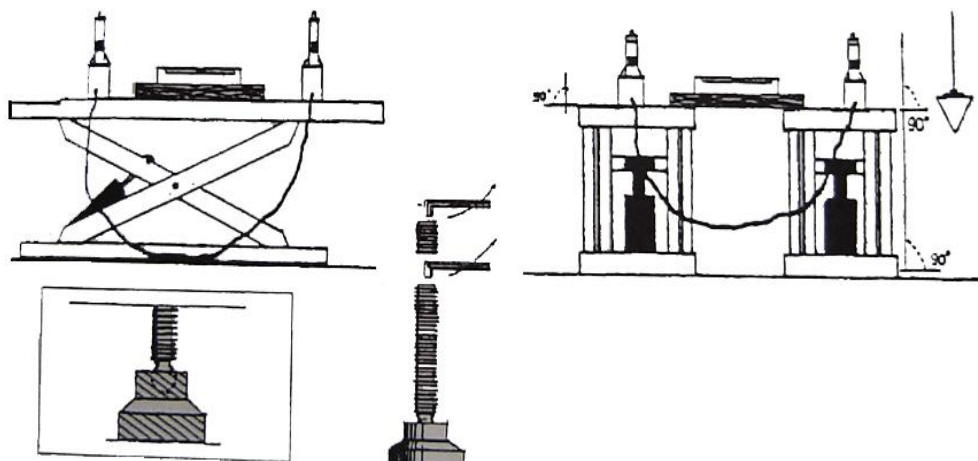

Рис. 19
- Если отклонения уровня вызваны неровностью основания на месте установки, используйте металлические пластины для подкладывания под низшую по высоте сторону для выравнивания уровня (рис. 19)